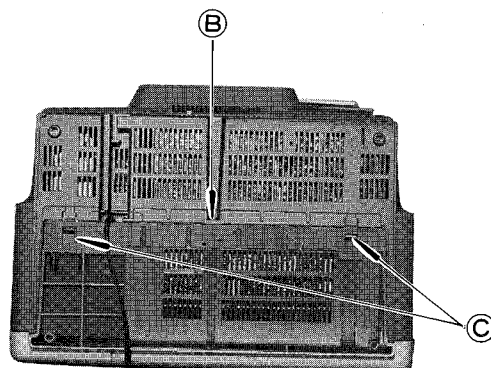

Fig. 4 Abb. 4
2. Remove 1 screw (B) and push the stopper (C) as in fig. 4.
3. Pick up the rear cover as in fig. 4.
2. 1 Schrauben (B) entfernen und den Propfen (C) drücken wie in Abb. 4.
3. Rückwand wie in Abb. 4 herausnehmen.